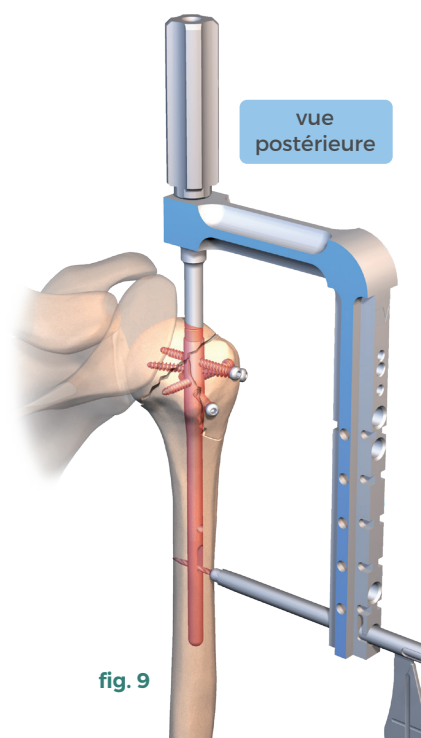

fig. 9
- Perçage avec le foret de diamètre 3,1 mm (**réf. 270 821**) (**fig.9**) et lecture directe sur la mèche de la longueur de vis.